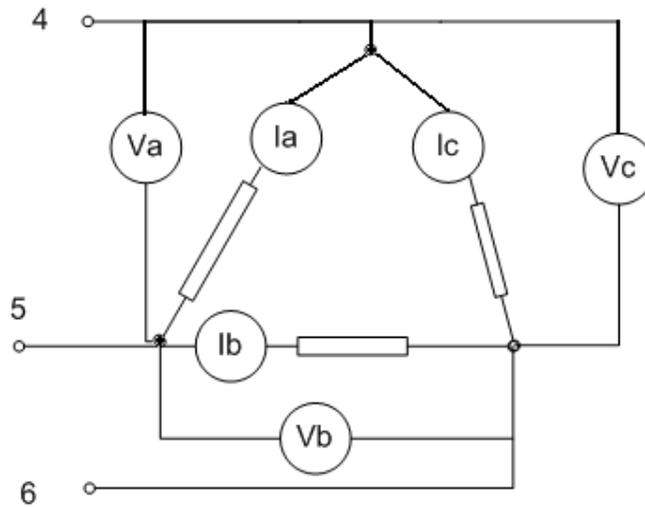

Figura 2
2.1. Conecte el circuito de la figura 2. Ajuste cada sección de resistencias a 400 ohms, con un voltaje de alimentación de 120 Volts C. A. (voltaje de línea), mida y anote los valores de voltaje y corriente indicados en la tabla 2.